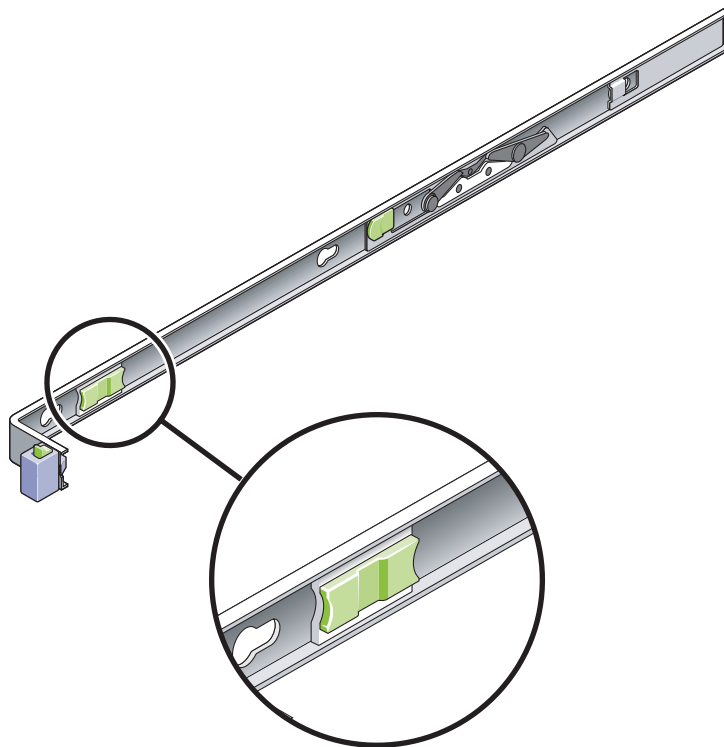

図 2-27 スライドレールのリリースボタン
6. 両方のスライドレールリリースボタンのロックを同時に解除して (図 2-27)、サーバーをラック内に完全に押し込みます。